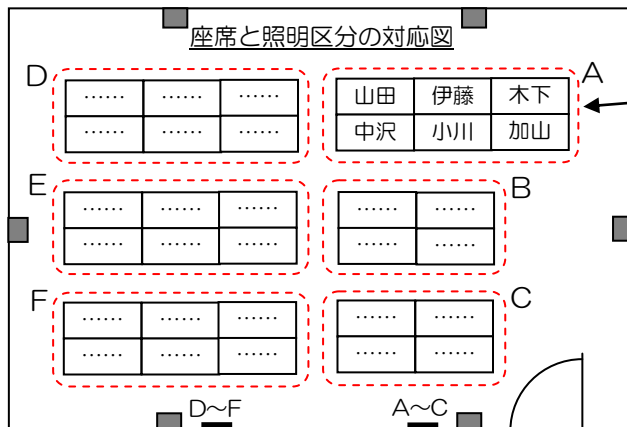

図1 照明区分の対応図のイメージ
(図1の)
- (4) スイッチと同じ名前を平面図に書きましょう（図1の 脇のA～F）
- (5) できあがった座席と照明区分の対応図（図1）を照明スイッチのそばに貼りましょう
- (6) 点・消灯のルールを決めておくことさらにいでしょう